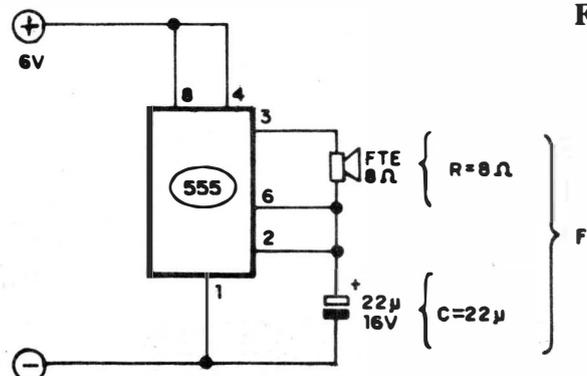

Fig.15
- FIG. 15 - USANDO, NA PRÁTICA, A ESTRUTURA SUPER-SIMPLIFICADA - Lembrando que a bobina
nessa configuração, para não "forçar a barra" com o 555... Existem outras possibilidades no arranjo, que o Leitor/"Aluno" poderá explorar, só para "ver o que acontece"... (O 555 é um Integrado relativamente "robusto", e costuma "aguentar" experiências, as mais "malucas", sem sofrer danos, dentro de certos limites...). Uma delas é usar, no lugar ocupado pelo alto-falante (fig. 15), um relê (a bobina do relê, é claro...), aumentando substancialmente o valor do capacitor (para algo em torno de 1000u, talvez mais...), buscando um oscilador lento cuja safda final e "real" se refletirá no chaveamento alternado dos contatos do tal relê, que poderão manejar cargas "bravas"...